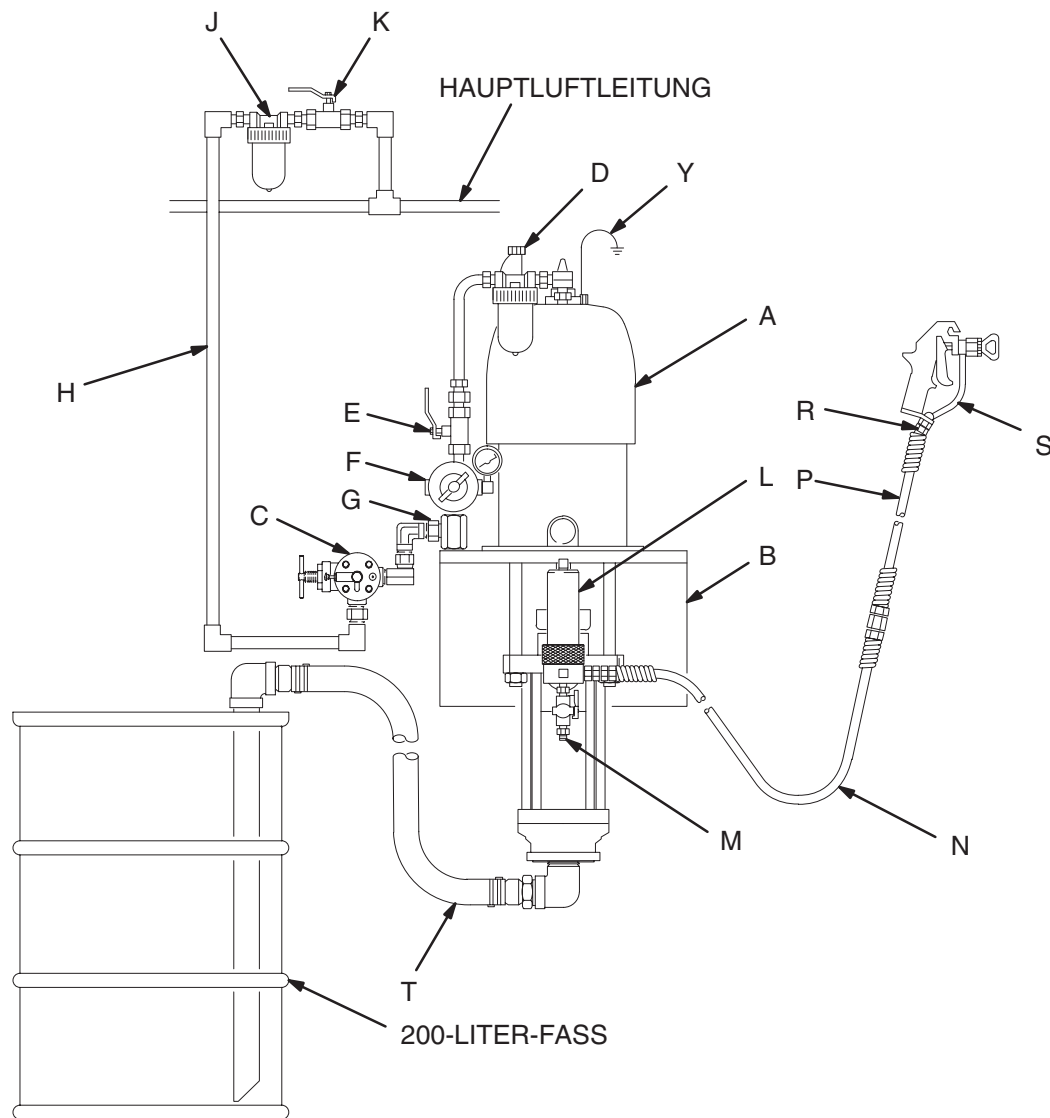

Abb. 3
Abb. 3 stellt nur eine Hilfe für die Auswahl und den Einbau von Systemkomponenten und Zubehörteilen dar. Ihr Graco-Händler hilft Ihnen gerne bei der Zusammenstellung eines Systems, das Ihren jeweiligen Anforderungen entspricht.
Die Montage der Pumpe (A) muss der geplanten Installation des Systems entsprechen. Abb. 3 zeigt ein System, das auf einem Fahrgestell montiert ist. Für Pumpenabmessungen und Montagebohrungen siehe Seite 38 und 39.
Die nachfolgenden Zubehörteile so installieren, wie dies in der Abb. 3 gezeigt wird. Falls nötig, Adapter verwenden.
Die folgenden Zubehörteile an den in Abb. 3 gezeigten Stellen installieren und bei Bedarf Adapter verwenden:
- Ein **Materialfilter (L)** mit einem 60 Mesh (250 Mikron) Element aus Edelstahl zum Filtern von Partikeln aus dem Material, wenn dieses aus der Pumpe austritt. Der Filter enthält einen **Druckentlastungshahn (M)**, der im System zum Entlasten des Drucks in Schlauch und Pistole benötigt wird (siehe **WARNUNG** links).
- Eine **Pistole oder ein Dosierventil (S)** zum Verteilen des Materials. Die in Abb. 3 gezeigte Pistole ist eine Airless-Spritzpistole für Materialien mit leichter bis mittlerer Viskosität.
- Ein **Pistolendrehgelenk (R)** gibt der Pistole mehr Bewegungsfreiheit.
- Ein **Ansaugsatz (T)** ermöglicht es der Pumpe, Material aus einem 200-Liter-Faß anzusaugen.
- **Einen Materialfilter (L)** mit einem 60 Mesh (250 Mikron) Element aus Edelstahl zum Filtern von Partikeln aus dem Material, wenn dieses aus der Pumpe austritt. Der Filter enthält einen **Druckentlastungshahn (M)**, der im System zum Entlasten des Drucks in Schlauch und Pistole benötigt wird (siehe **WARNUNG** links).
- **Eine Pistole oder ein Dosierventil (S)** zum Auftragen bzw. Ausstoßen des Materials. Die in Abb. 3 gezeigte Pistole ist eine Airless-Spritzpistole für Materialien mit leichter bis mittlerer Viskosität.
- **Ein Pistolendrehgelenk (R)** gibt der Pistole mehr Bewegungsfreiheit.
- **Ein Ansaugsatz (T)** ermöglicht es der Pumpe, Material aus einem 200-Liter-Faß anzusaugen.